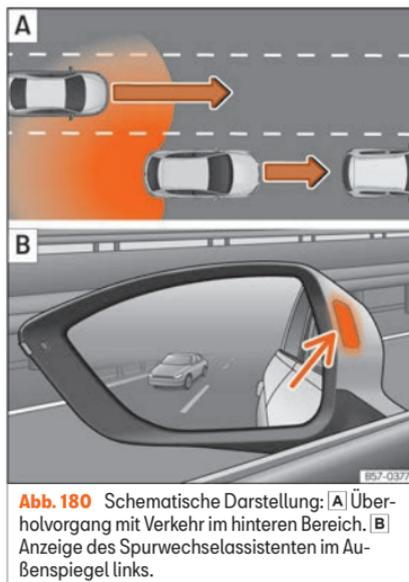

Abb. 180 Schematische Darstellung: **A** Überholvorgang mit Verkehr im hinteren Bereich. **B** Anzeige des Spurwechselassistenten im Außenspiegel links.
In nachfolgenden Situation wird die Anzeige im Außenspiegel »» **Abb. 180 B** (Pfeil) oder »» **Abb. 181 B** (Pfeil) dargestellt:
- Bei einer Überholung durch ein anderes Fahrzeug »» **Abb. 180 A**.